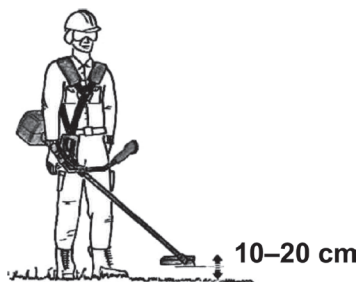

Рисунок 8. Регулювання наплічного паскового підвісу.
- послабити кріплення скоби (12, рис. 1) і відрегулювати її рухом вгору-вниз до оптимального балансу мотокоси. Балансування мотокоси та регулювання пасків підвісу виконано вірно, коли ріжучий інструмент розташований на відстані 10–20 см від поверхні землі (див. рис. 8);